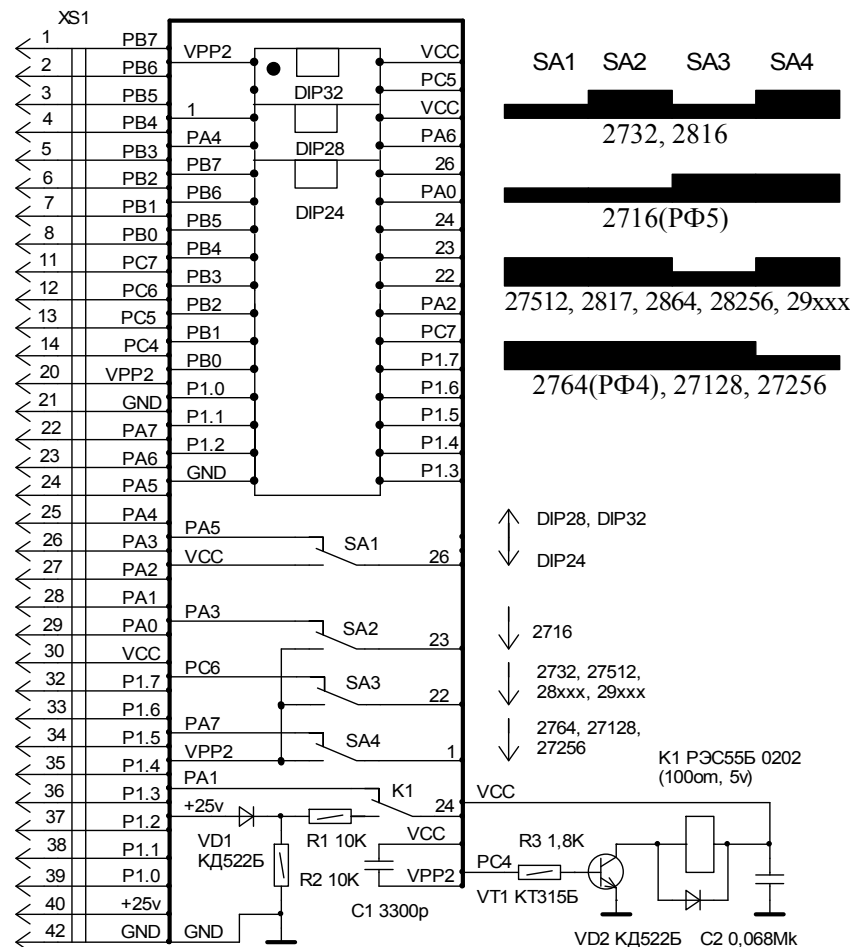
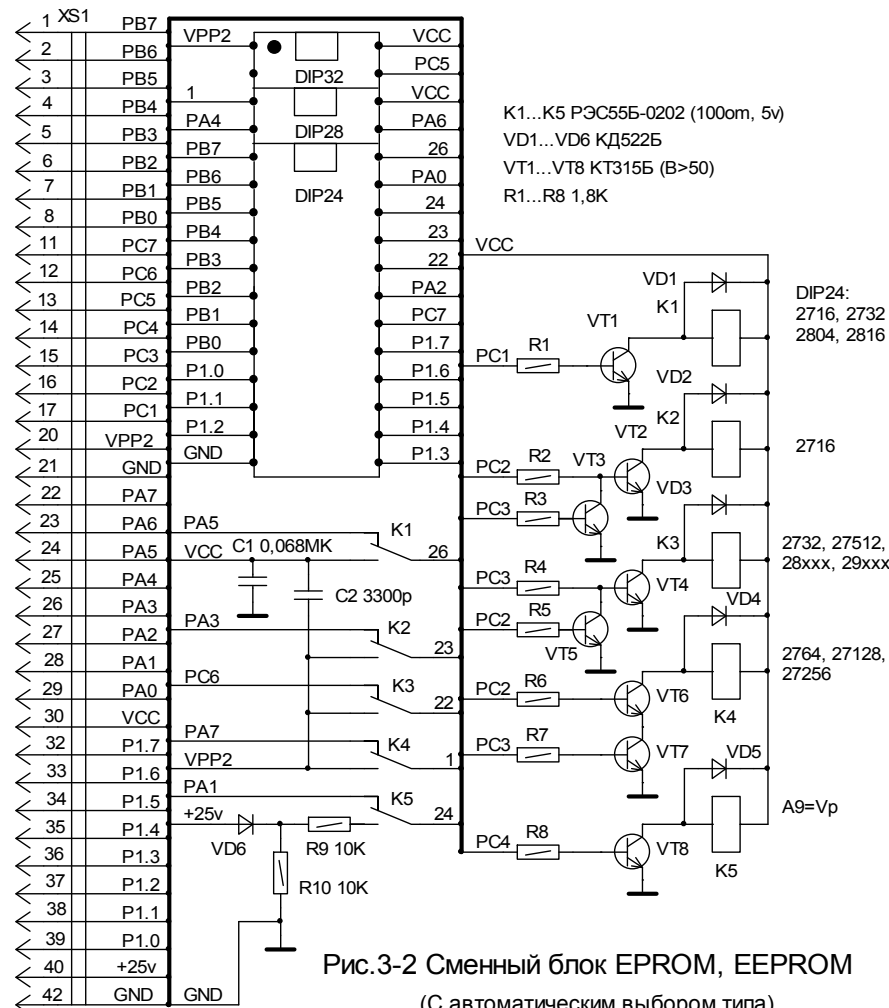

Рис.3-1 Сменный блок EPROM, EEPROM, FLASH
Рис.3-2 Сменный блок EPROM, EEPROM
- EPROM, EEPROM (рис. 3-1 и 3-2). Позволяет программировать ПЗУ с УФ и электрическим стиранием объемом до 64 Кбайт: 27xxx; 27Сxxx; W27С512; 28Сxxx; 29Сxxx; 573РФ2, 4, 5, 6, 8. Разработано два варианта этого модуля. В первом из них (рис. 3-1) тип ПЗУ выбирается с помощью переключателей SA1...SA4, которые коммутируют напряжение Vcc и Vpp на нужные выводы панельки. Во втором (рис. 3-2) эта коммутация осуществ-